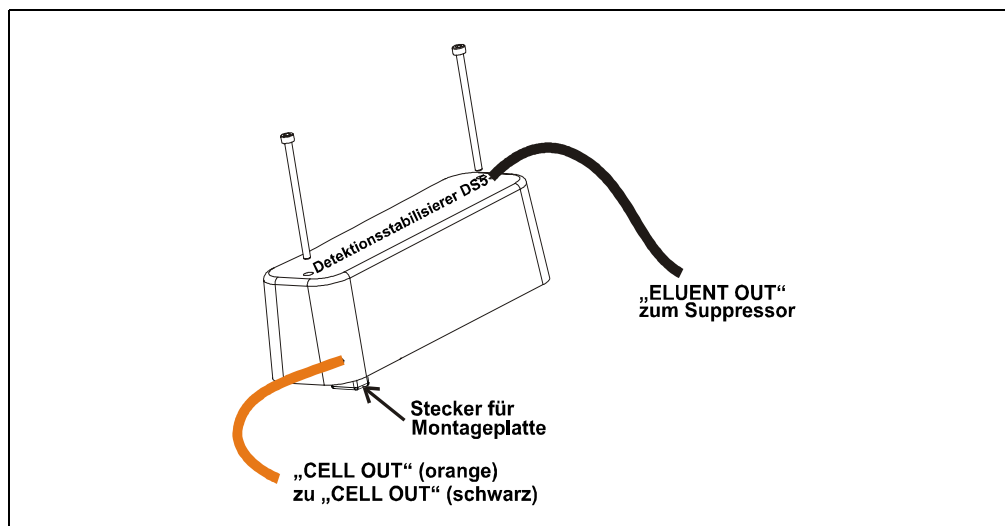

Abbildung 5-15. Leitfähigkeitsmesszelleneinheit
3. Trennen Sie die schwarze „ELUENT OUT“-Leitung vom „ELUENT OUT“-Port auf dem Suppressor ab (siehe Abbildung 5-15).